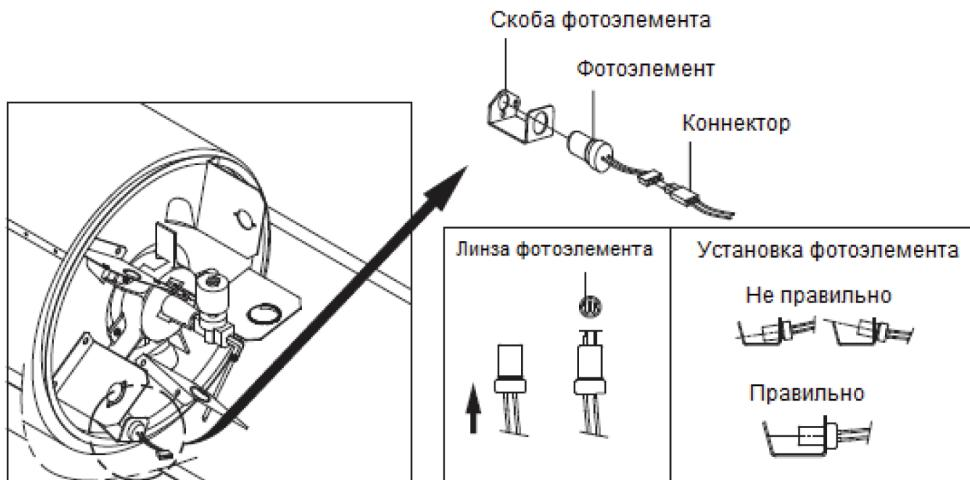

Рис. 15
Фотоэлемент следует чистить не реже одного раза за отопительный сезон. Линзу фотоэлемента следует протирать ватным тампоном, смоченным водой или спиртом. Обратите внимание на правильное положение фотоэлемента на рис. 15.
### Чистка фотоэлемента (рис. 15):
4. Установите фотоэлемент в скобу в правильном положении, как показано на рис. 15, и соберите пушку в обратной последовательности.